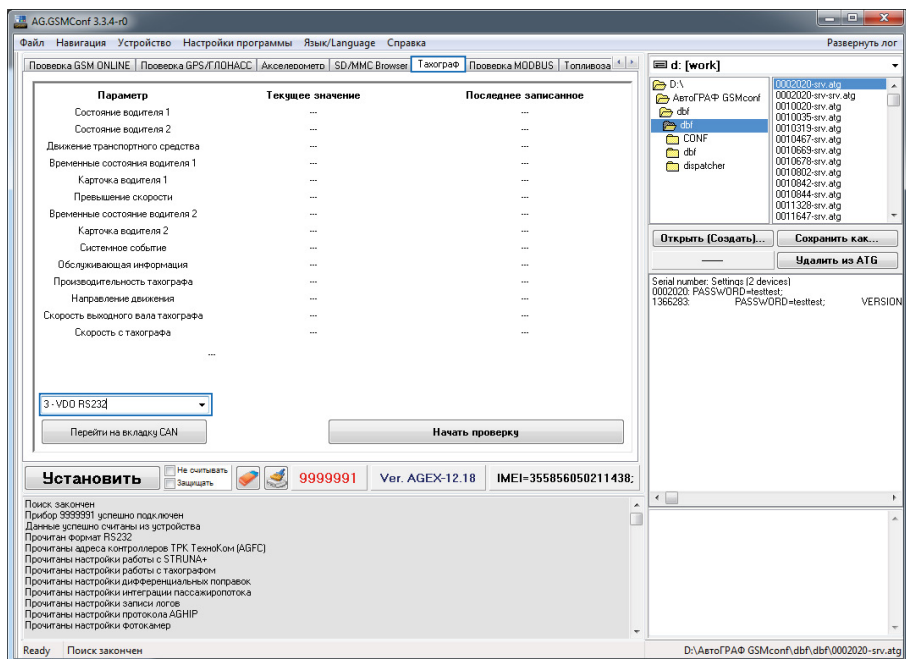

Рис.8. Диагностика подключения БК «АвтоГРАФ» к тахографу «VDO».
- на вкладке выбрать «VDO RS232» и нажать кнопку «Начать проверку» (Рис.8);
- Для загрузки DDD-файлов с локального диска необходимо в строке меню модуля выбрать команду **Загрузить – Файлы...** (Рис.8). Затем выбрать файлы для обработки.